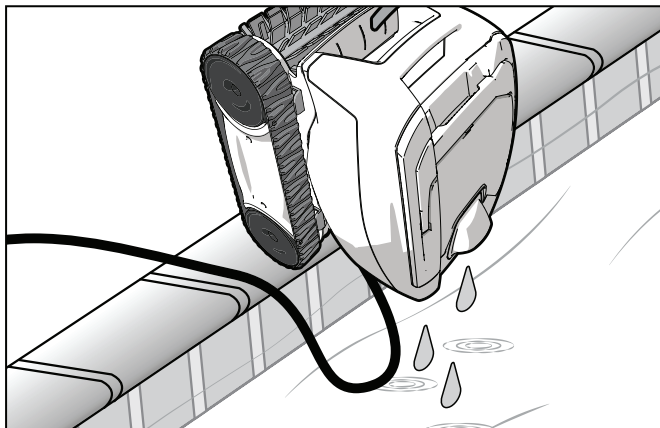

Figura 8. Drenar el agua del limpiafondos
3. Sostenga el limpiafondos en posición vertical sobre la superficie de la piscina para drenar el agua antes de retirarlo (Figura 8).